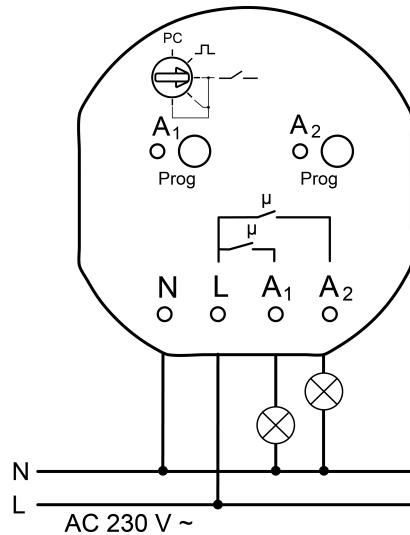

Figura 2: Esempio di collegamento
- Collegare i carichi secondo l'esempio (figura 2).